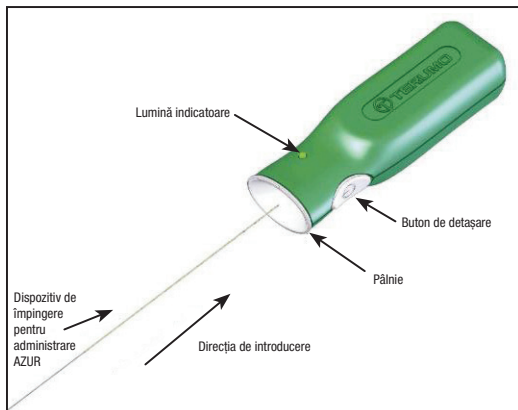

Figura 2 – Dispozitiv pentru controlul desprinderii AZUR
14. Înainte de a utiliza dispozitivul, îndepărtați capătul proximal al dispozitivului de împingere pentru administrare din bucla de ambalare. Procedați cu atenție pentru a nu contamina acest capăt al dispozitivului de împingere cu substanțe străine cum ar fi sânge sau agent de contrast. Introduceți ferm capătul proximal al dispozitivului de împingere în secțiunea pâlnie a dispozitivului pentru controlul desprinderii AZUR. Consultați figura 2. **Nu apăsați butonul de detașare în acest moment.**
35. Conectați capătul proximal al dispozitivului de împingere la dispozitivul de control al detașării AZUR prin împingere fermă în secțiunea pânăie a acestuia. Consultați figura 2.